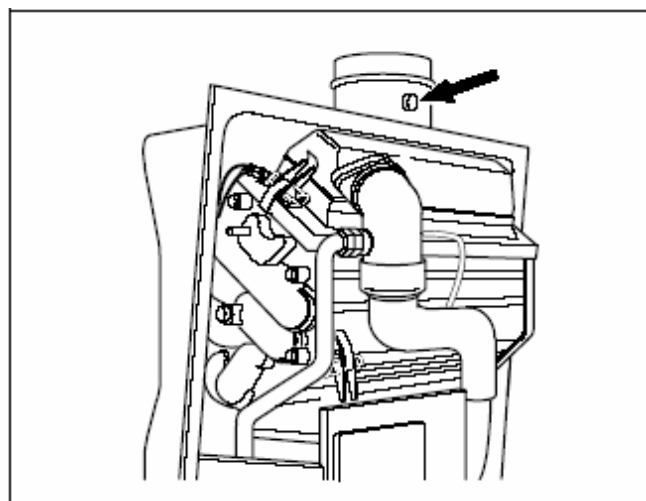

Рис. 30 Точка измерения на дымовых газах
- Измерить и записать содержание CO2 в точке измерения на дымовых газах (рис. 30).
Точку измерения см. на рис. 30.